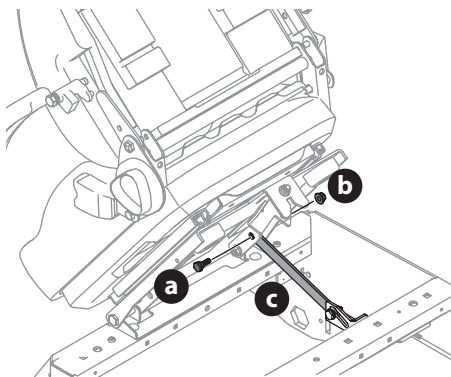

Figure 9
3. Retirez la vis à épaulement (a) et le contre-écrou à collerette (b) du sac manuel et installez le support de verrouillage du siège (c) (Figure 9).